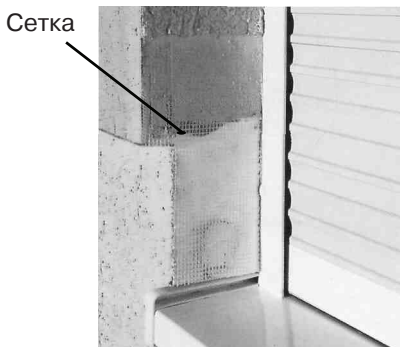

Рис. 12. Схема штукатурных работ
**5.11.** Закрепить поверх фибролитовой плиты, внахлест на фасад, а также на откосах штукатурную сетку (рис.12). Перед проведением штукатурных и малярных работ рекомендуется защитить направляющие шины роллеты малярной лентой, полотна роллеты свернуть в короб.